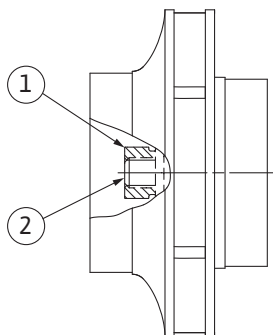

Fig. 111: Posição correta da porca do impulsor após a instalação
- Segurar o veio com uma chave de bocas (tamanho 22 mm) e apertar a porca do impulsor com o torque de aperto especificado (ver tabela «Torques de aperto» [► 36]). A porca (Fig. 111, pos. 1) tem de estar ao nível da extremidade do veio (Fig. 111, pos. 2), com uma tolerância de $\pm 0,5$ mm. Se não for este o caso, soltar a porca e repetir os passos 4 ... 8.